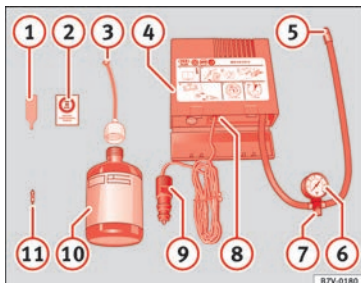

Fig. 162 Representação standard: conteúdo do kit antifuros.
O kit antifuros está localizado no porta-bagagens, por baixo do revestimento do piso. Inclui os seguintes componentes » **Fig. 162**:
- Desenrosque o obus de válvula com a ferramenta correspondente » **Fig. 162** ① e coloque-o sobre uma superfície limpa.
- Agitar bem a garrafa de vedante de pneus » **Fig. 162** ⑩ durante alguns segundos.
- Enrosque firmemente o tubo de enchimento » **Fig. 162** ③ no frasco de vedante no sentido dos ponteiros do relógio. O selo do
- Remova o tampão do tubo de enchimento » **Fig. 162** ③ e enrosque a extremidade aberta do tubo na válvula do pneu.
- Volte a enroscar o obus de válvula com a ferramenta correspondente » **Fig. 162** ① na válvula do pneu.
- Enroscar de forma fixa o tubo de enchimento do pneu » **Fig. 162** ⑤ do compressor na válvula do pneu.
- Verifique se o parafuso de evacuação de ar » **Fig. 162** ⑦ está enroscado.
- Ligue o conector » **Fig. 162** ⑨ a uma tomada de corrente de 12 volts do veículo » **Página 105**.
- Ligue o compressor com o interruptor ON/OFF » **Fig. 162** ⑧.
Volte a enroscar o tubo de enchimento » **Fig. 162** ❶ e verifique a pressão no manómetro ❷.